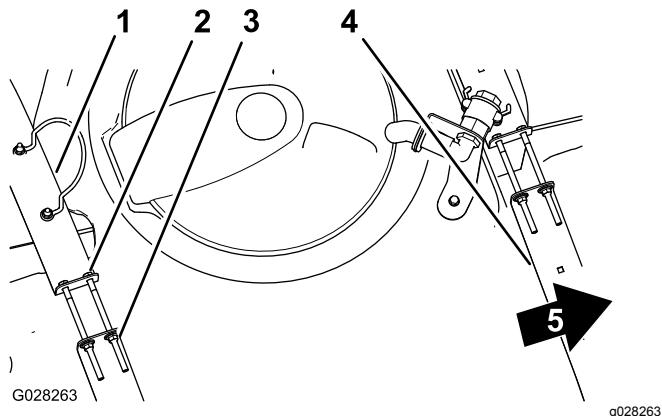

Figura 43
2. Compruebe si hay holgura entre los flejes y el depósito (Figura 43).
3. Si los flejes tienen holgura, apriete las contratuerca con arandela prensada y los pernos del extremo superior de los flejes hasta que los flejes queden apretados contra la superficie del depósito (Figura 43).